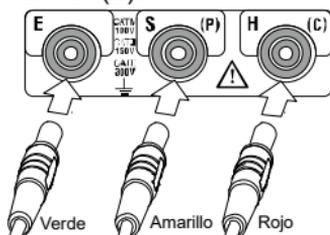

Fig. 7-10
- (1) Conecte los cables de prueba como muestra la Fig. 7-10